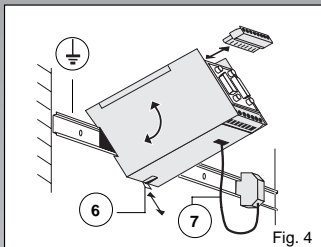

Fig. 4
### 2.2. Installation in Switch Cabinets (Fig. 4)
### 2.2. Montage en armoire (Fig. 4)
### 2.2. Montaje en armario de distribución (fig. 4)
**2.3. Ground Connection (Fig. 4/5)**
Due to the presence of the functional earth (reference potential ⑦, Fig.4) is absolutely necessary for **shielding and transient dissipation** (see function circuit diagram).
**① Central ground connection on the module:**
**2.3. Mise à la terre (Fig. 4/5)**
Il est impératif de disposer de la fonction terre (potentiel de référence ⑦, Fig.4) pour le **blindage et la dérivation des transitoires** (cf. schéma fonctionnel).
**① Connexion de terre centrale du module:**
**2.3. Conexión a tierra (figs. 4/5)**
La existencia de tierra funcional (potencial de referencia ⑦, fig.4) es indispensablemente necesaria para el **blindaje y derivación de transitorios** (ver esquema funcional).
**① Conexión central a tierra en el módulo:**